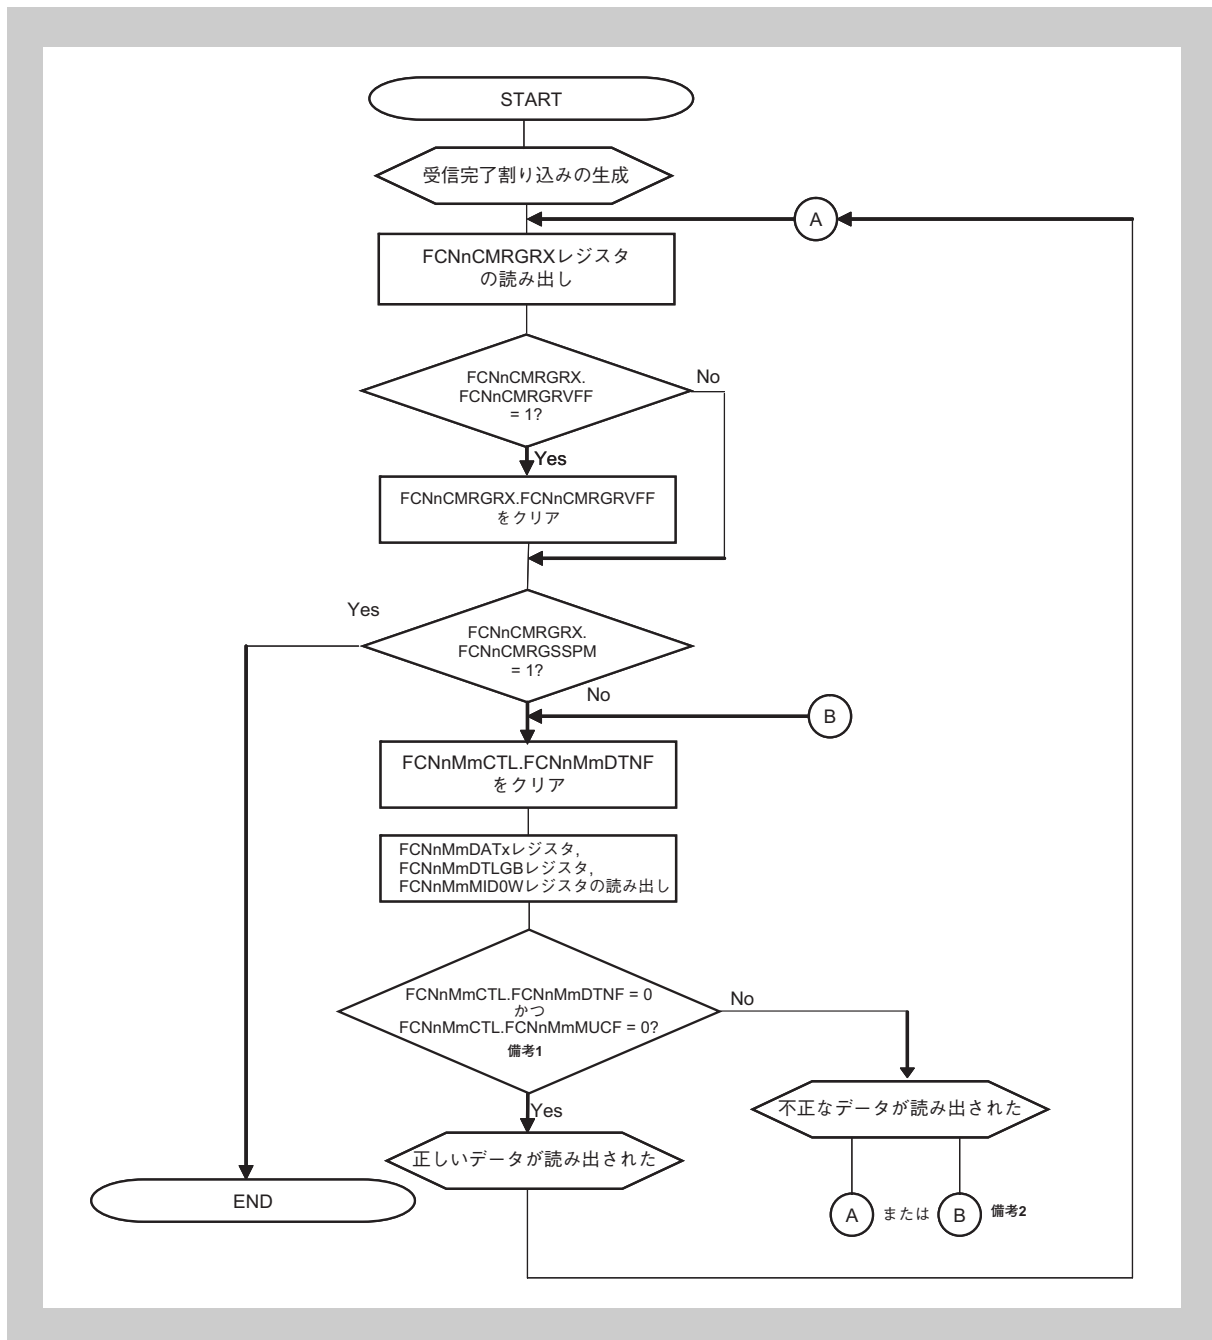
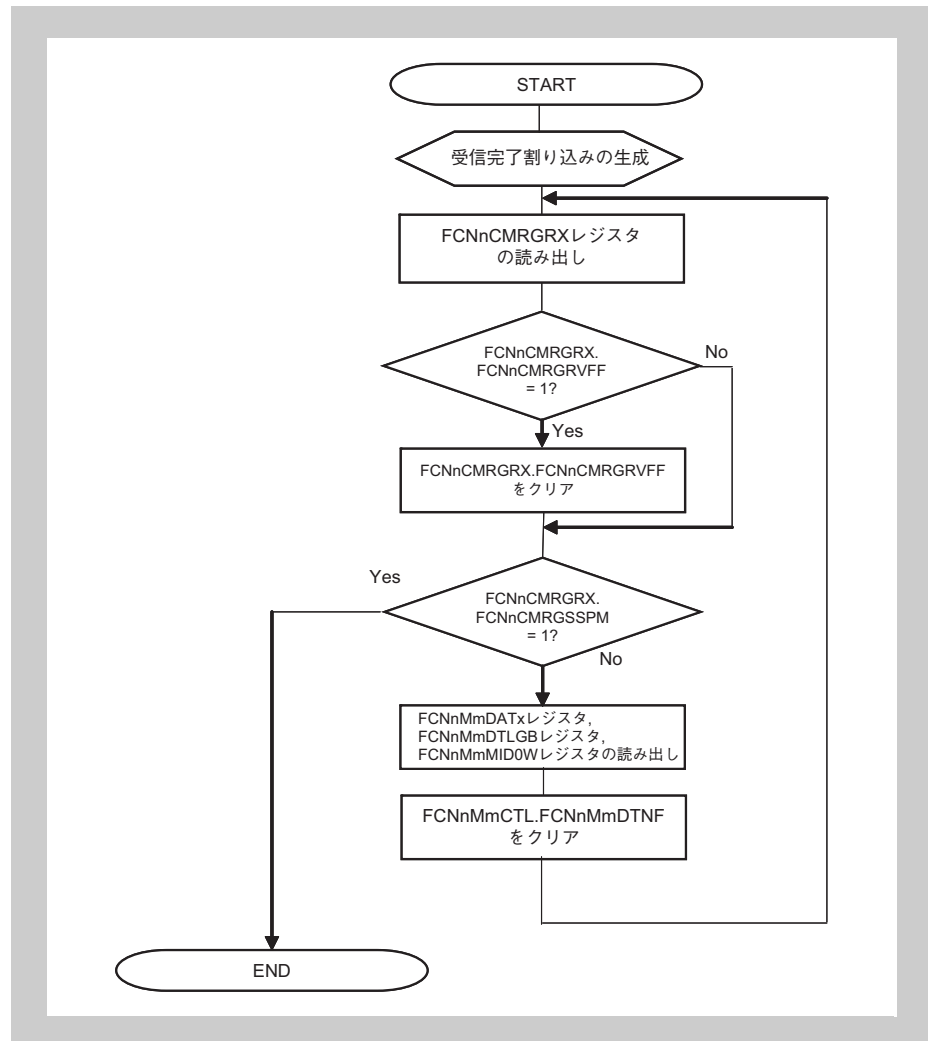

図 26-33 割り込みを利用した受信 (FCNnCMRGRX レジスタを利用)
図 26-34 割り込みを利用した受信 (FCNnCMRGRX レジスタを利用) の別の方法
5. 図26-33「割り込みを利用した受信 (FCNnCMRGRX レジスタを利用)」の方法は、代わりに図26-34「割り込みを利用した受信 (FCNnCMRGRX レジスタを利用) の別の方法」の方法を利用することができます。